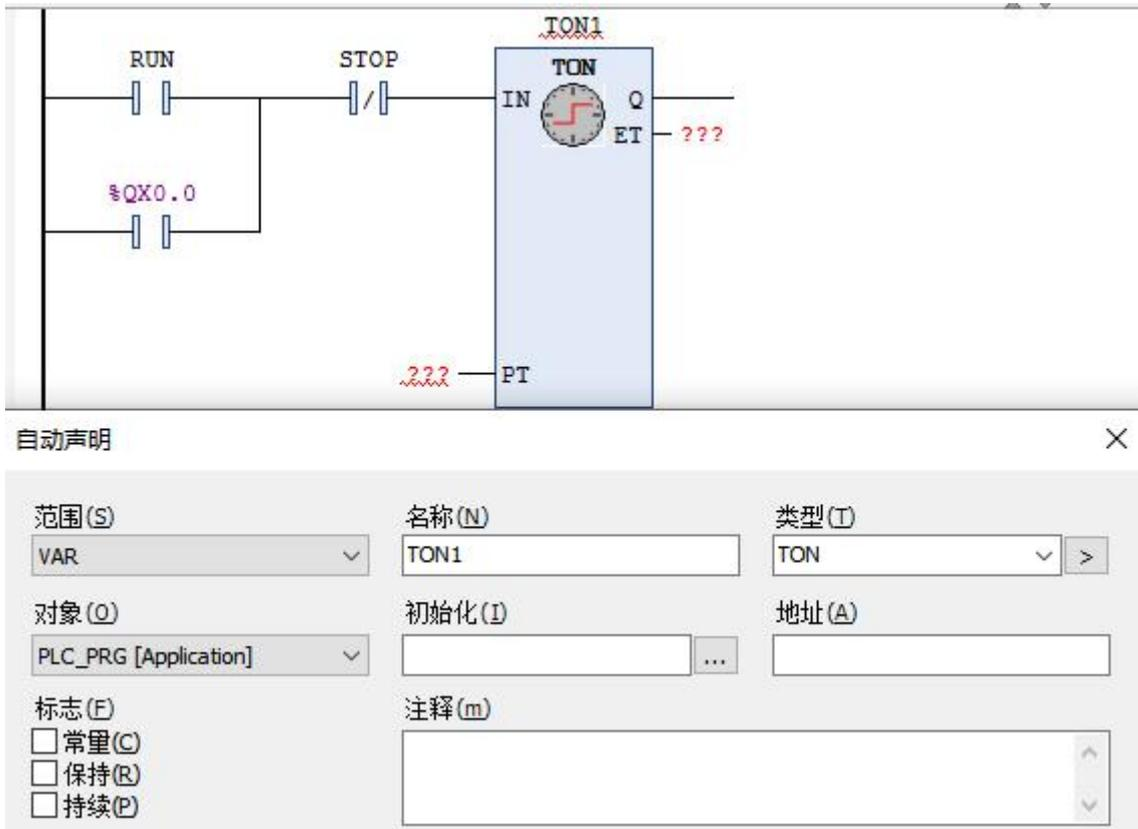

图 2.28 程序编写步骤 6
双击“TON (FB)”或者选中“TON”后点确认按钮，“???”光标所在位置处，输入 TON1 后回车，则会弹出如图 2.28 所示的对话框，选择默认类型为“TON”，点击“确认”按钮。TON1 是用于标识 TON 指令的一个标识符。对于所有的功能块，都需要用不同标识符来标识该功能块。（功能块不能使用相同的标识符，否则会只执行其中一个。）